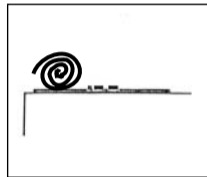

Abb. 7: Dickes Teppichmaterial als Schallabsorber
- mit dickem Teppichmaterial zwischen Mikrofon und störender Schallquelle den Störschall dämpfen (s. Abb. 7).